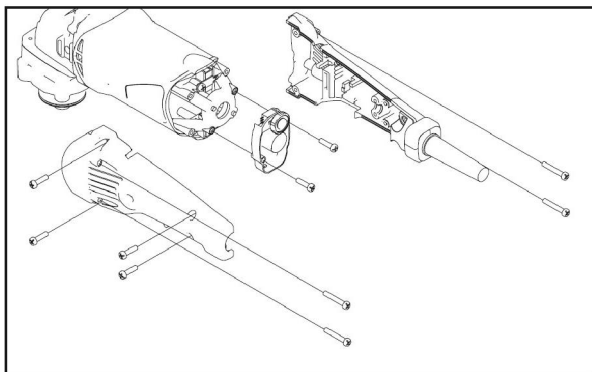

Fig. 8: desatornillar la carcasa
Paso 2: desatornille con cuidado los 8 tornillos (fig. 8) para desmontar las dos mitades del mango y retire primero la mitad izquierda del mango. Asegúrese de que no se provocan desperfectos en el cable.